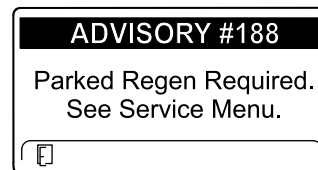

Figure 37
- ADVISORY #188 (avis n° 188), demande de régénération en stationnement, affiché (Figure 37)